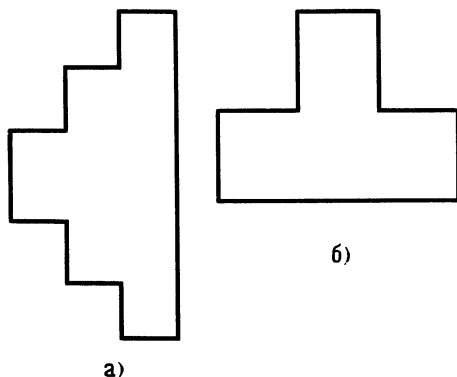

Рис. 26. К задаче 35
35. Одним резом каждую фигуру превратите в квадрат (резать следует, наметив линию карандашом, рис. 26, *a и б*).
35. Горизонтальный рез, симметричный — см. рис. 26, а. Один вертикальный рез — см. рис. 26, б.